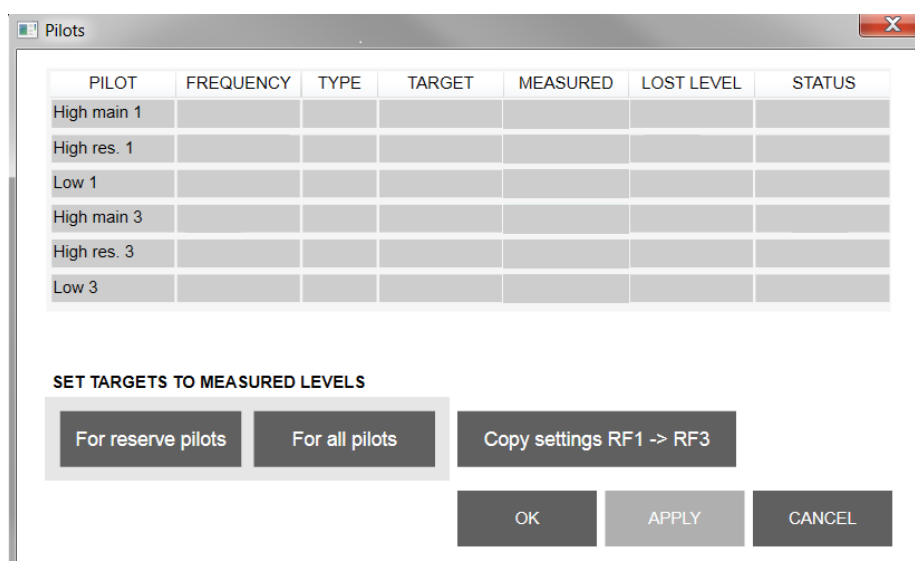

Fig. 8
- Kies in het **Forward Path** tabblad op de **Pilots** button. Hierop verschijnt het Pilot menu. (Fig. 8)
- Druk vervolgens op **Copy settings RF1 -> RF3** (Fig. 8.)